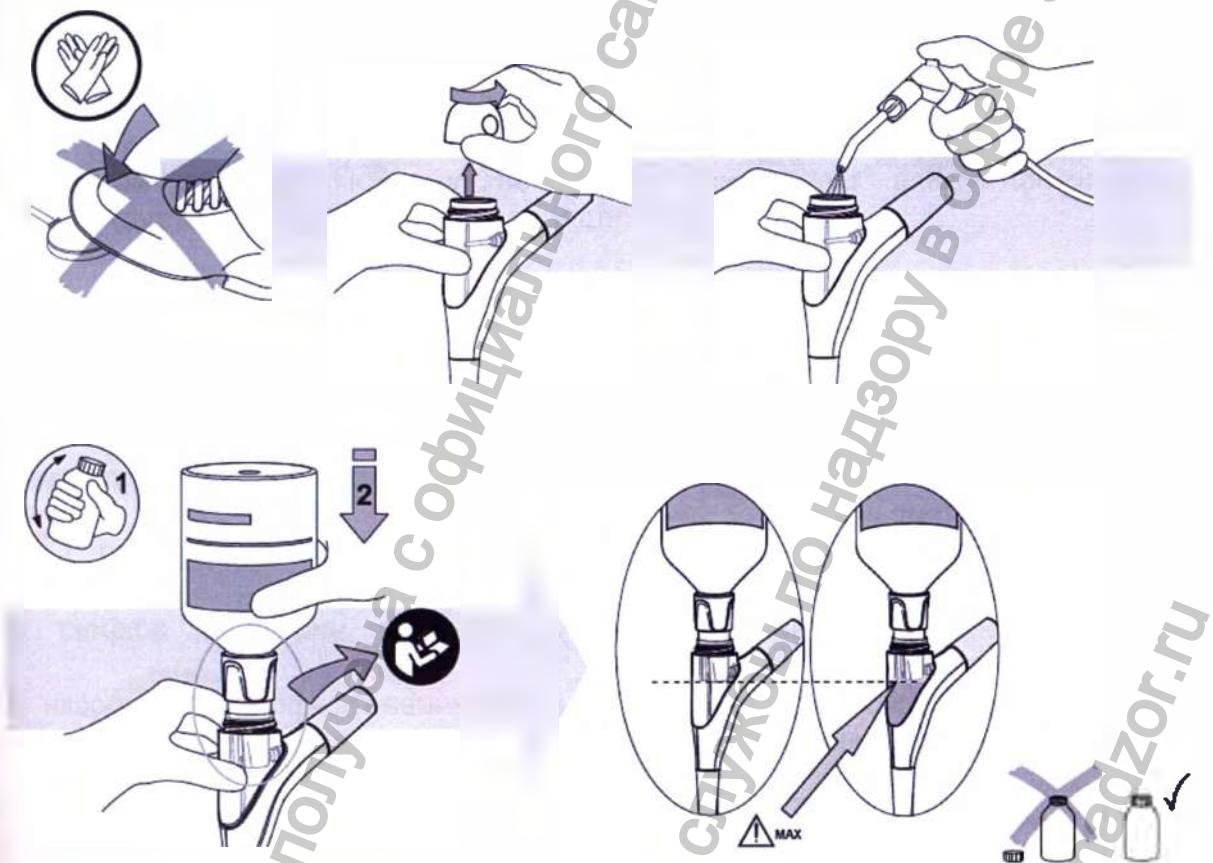

Рис.6
**⚠** Не превышайте максимальный уровень, указанный на рис.6. Отверстия трубок не должны быть покрыты порошком, иначе трубы могут забиться.